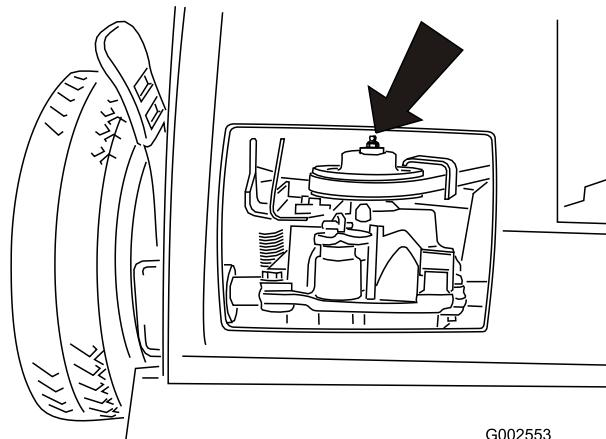

Figura 22
2. Montate un ingassatore a pressione sul raccordo di ingassaggio nell'apertura del paracinghia (Figura 22).